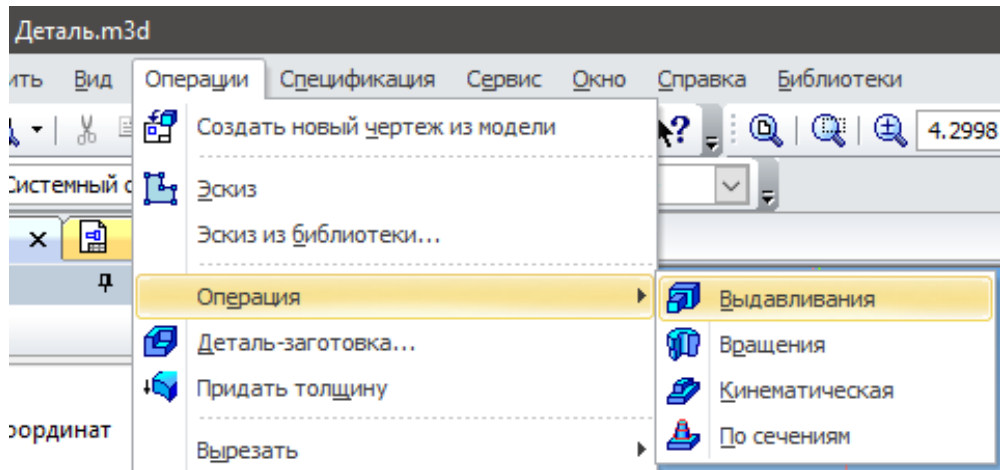
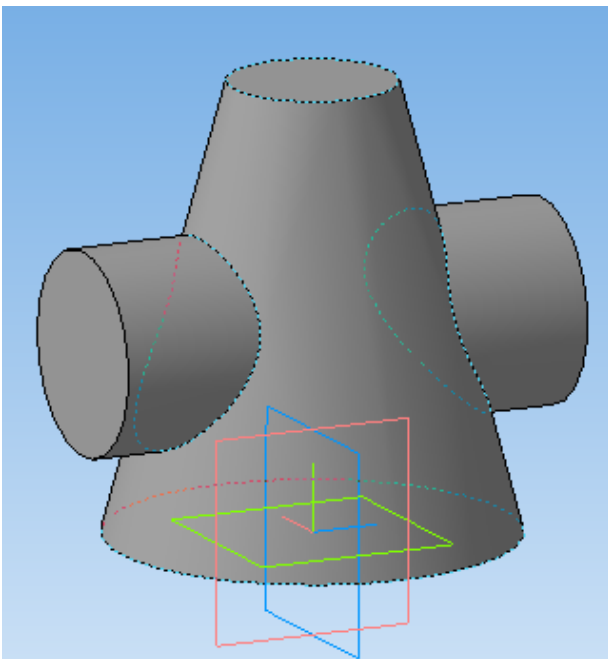
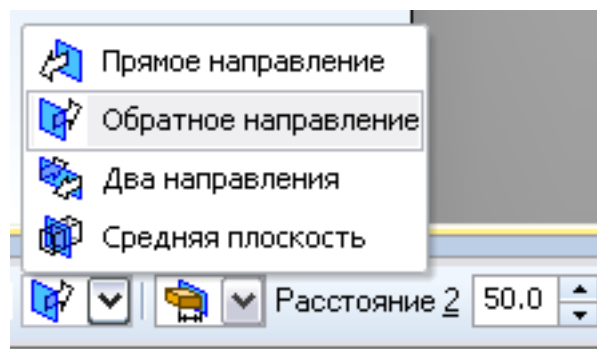

Рис. 3.5.2
Рис. 3.5.3
Рис. 3.5.5
1. Побудувати два перетини геометричних тіл (рис. 3.5.3, 3.5.4) за розмірами відповідно до свого варіанту.
2. Вибрати площину проєкцій, на якій буде виконано ескіз (наприклад ZY) та операцією **Обертання** або операцією **Видавлювання** (рис. 3.5.2) створюємо перше геометричне тіло (рис. 3.5.3).
3. Для побудови другого геометричного тіла (рис. 3.5.3) треба вибрати необхідну площину (наприклад XY), побудувати ескіз та створити його операцією **Видавлювання** (вибрати напрямок та відстань на яку здійснити видавлювання (рис. 3.5.5).